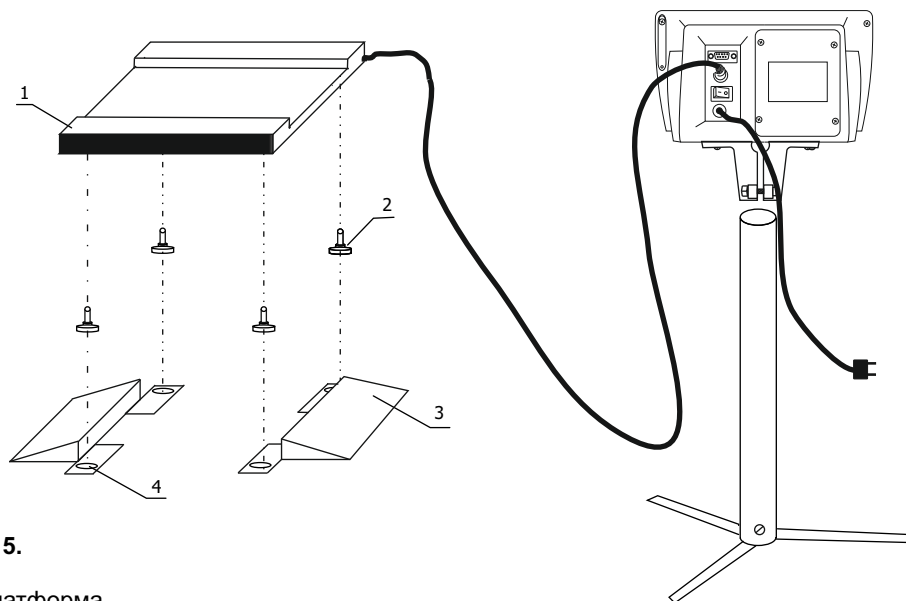

Рис. 5.
6.4.1. Конструкция весов схематично представлена на рис.5.